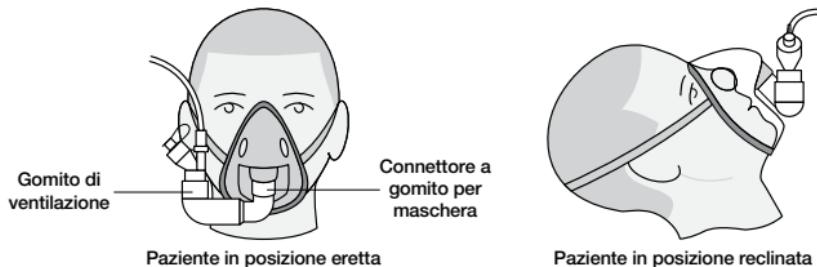

Figura 11. Collegamento alla maschera
2. Ruotare il gomito di ventilazione per adattarlo alla posizione del paziente (figura 11).